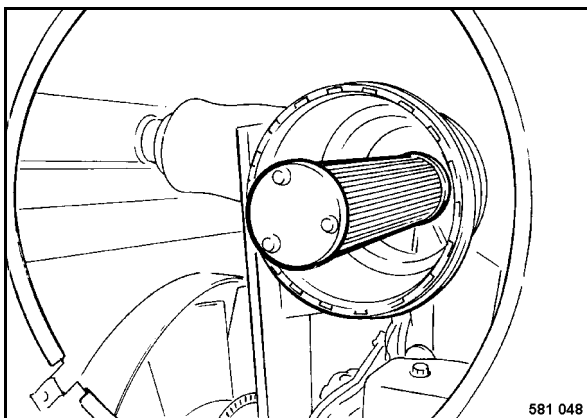

fig. 158
- Extraire l'élément de sécurité (fig. 158) avec de légers mouvements tournants.